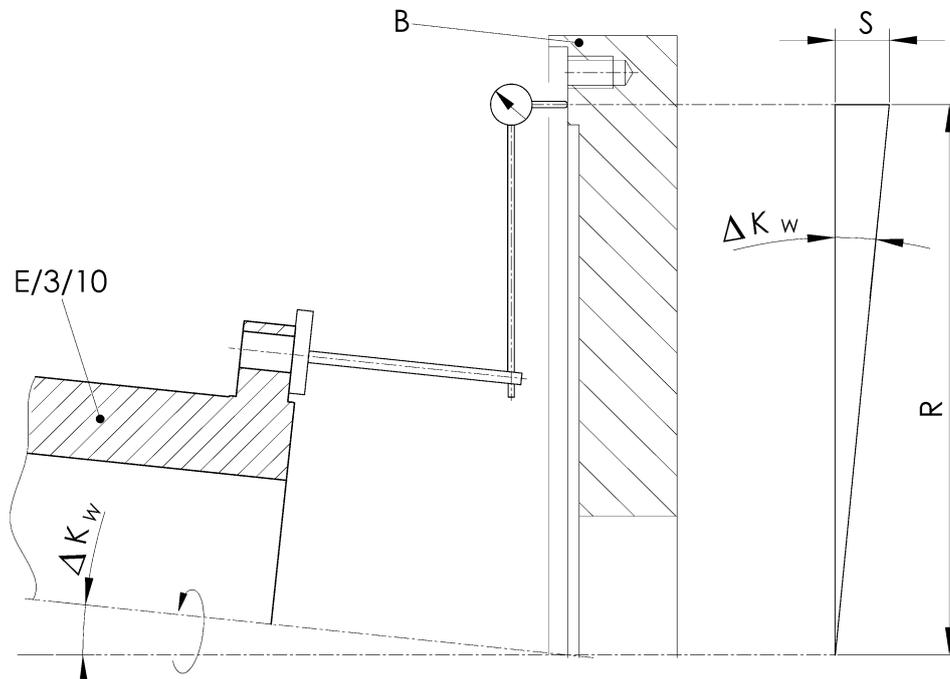

Abbildung 5-3 Winkelliger Ausrichtversatz
- Winkelligen Ausrichtversatz ermitteln (siehe Abbildung 5-3)
- Flansch/Nabe/Adapter (E/3/10) mit Messuhr und Schwungrad (B) langsam um 360° drehen.